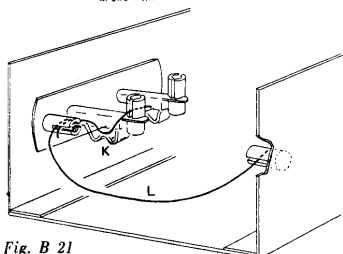

Fig. B 21
14. Leg vervolgens de draden K en L (fig. B 21).